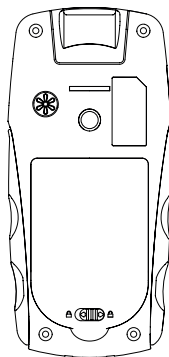

Fig.2-2
2. Batterien: Legen Sie 3 AA-Alkalibatterien oder Akkus, gemäß den Polaritätszeichen, wie in Abb.2-2 gezeigt, ein.